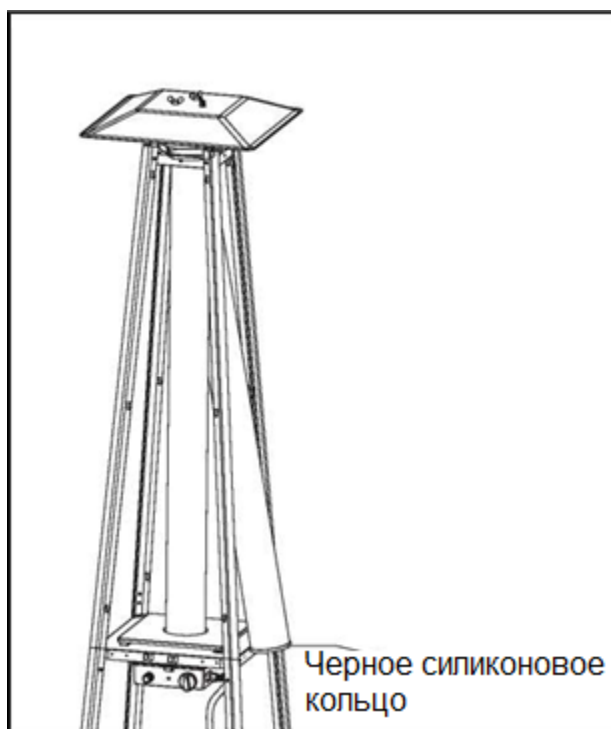

Рис. 10. Установка стеклянной колбы.
6. Осторожно установите стеклянную колбу (С), подняв ее и вставив через центральное отверстие дожигателя в сборе (В). Убедитесь, что черное силиконовое кольцо (F) прикреплено к нижнему краю стеклянной колбы (С), как показано на рисунке 10. Вставьте стеклянную колбу (С) в отверстие пластины блока управления (К), как показано на Рис.10. Убедитесь, что стеклянная колба (С) установлена правильно и полностью закрывает центральное отверстие в пластине блока управления (К).